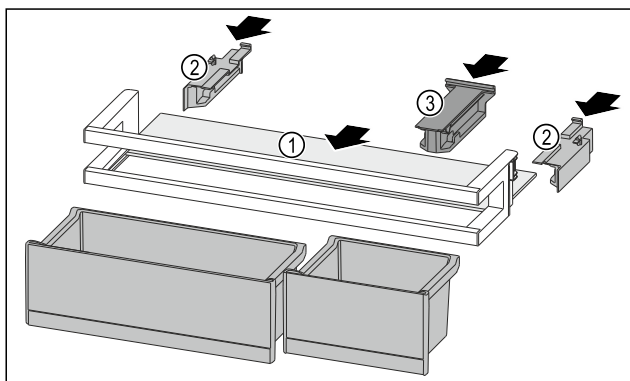

Fig. 120
- Odkládací plochu Fig. 120 (1) zasuňte do bočních vybrání.
- Boční díly Fig. 120 (2) vložte.
- Držák Fig. 120 (3) vložte.